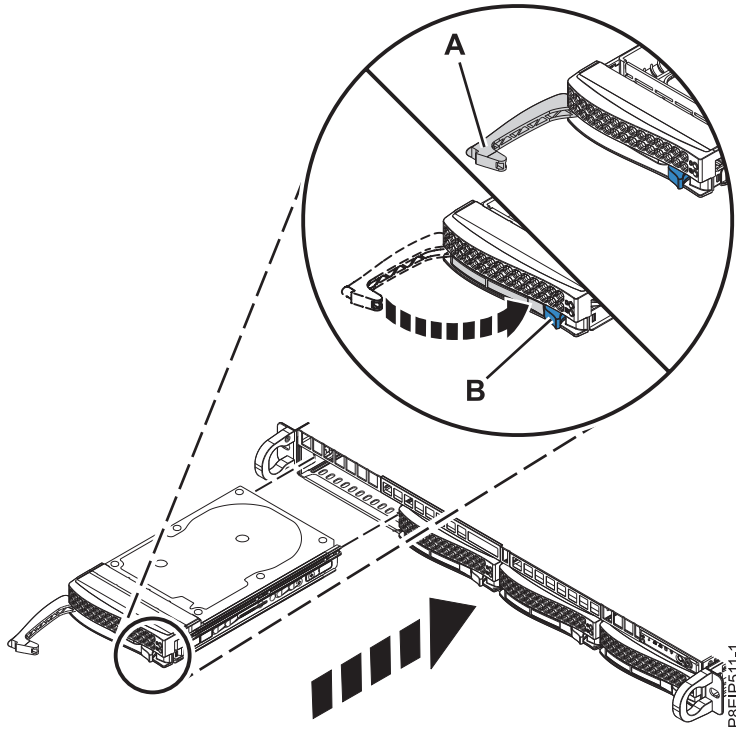

Figura 13. Detalle de bloqueo de la unidad de disco
7. Bloquee la asa de la bahía de unidad (A) presionando el pestillo del asa, como se muestra en la Figura 13 en la página 14.